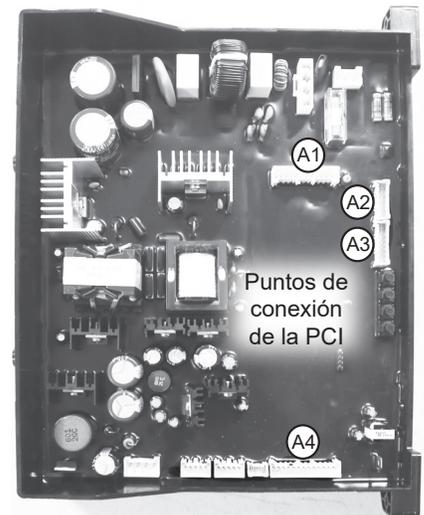

Figura 36 - Desconexión de los cables A1-A4
- 12** Desconecte los mazos de cables A1 - A4. Consulte la Figura 36.